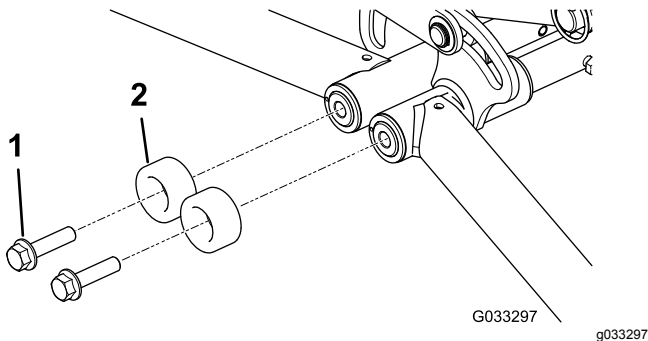

Figure 20
2. Retirez les boulons à embase existants et les butées rondes (Figure 20).